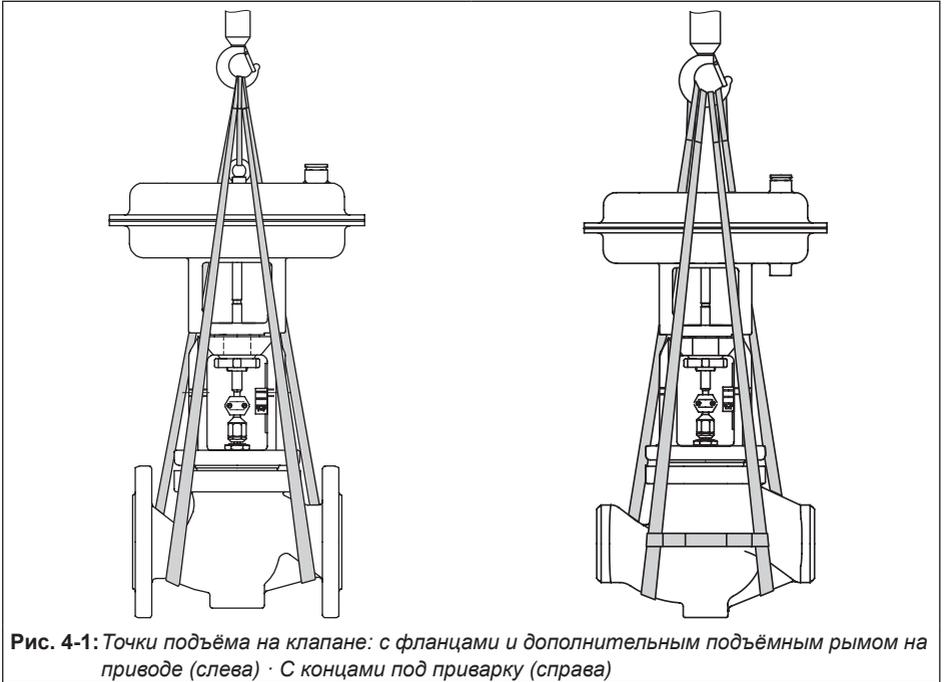

Рис. 4-1: Точки подъема на клапане: с фланцами и дополнительным подъемным рымом на приводе (слева) · С концами под приварку (справа)
- Используйте крюк с предохранительной защёлкой (см. Рис. 4-1) для фиксации строп от соскальзывания с крюка при подъёме и транспортировке.
1. Прикрепите по одной стропе к каждому фланцу корпуса и к такелажному оборудованию (например, крюку) крана или вилочного погрузчика (см. Рис. 4-1).
1. Прикрепите по одной стропе к концу под приварку корпуса и к такелажному оборудованию (например, крюку) крана или вилочного погрузчика (см. Рис. 4-1).